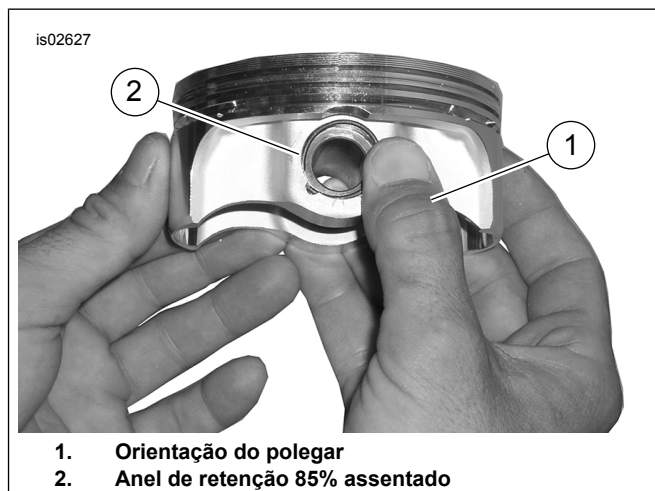

Figura 4. Instalação do anel de retenção
2. Veja Figura 4. Posicione o plegar (1) conforme exibido. Pressione firmemente até que 85% do anel de retenção (2) esteja assentado na ranhura.